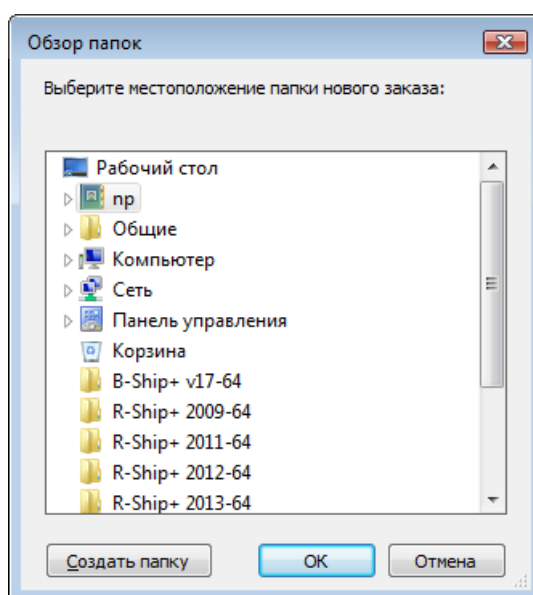

Рисунок 9. Окно **Обзор папок**
Реальный путь к папке заказа формируется соединением пути, указанном в параметре **Местоположение папки размещения заказа** (напр., E:\new), и имени папки типа <проект>\_<часть> (напр., 3290\_192): **E:\new\3290\_192**. При задании **Местоположения папки размещения заказа** рекомендуется использовать кнопку **Обзор**, которая вызывает вспомогательное окно выбора папки (рис. 9).
В правой части окна следует корректно ввести параметр **Папка заказа с путем (200)**, который должен включать проект и номер части для уже существующего заказа. Рекомендуется делать это с помощью кнопки **Обзор**, которая открывает вспомогательное окно **Обзор папок** (см. рис. 9). Для контроля в левой части окна в алфавитном порядке выводится список всех ранее зарегистрированных заказов, включая скрытые.